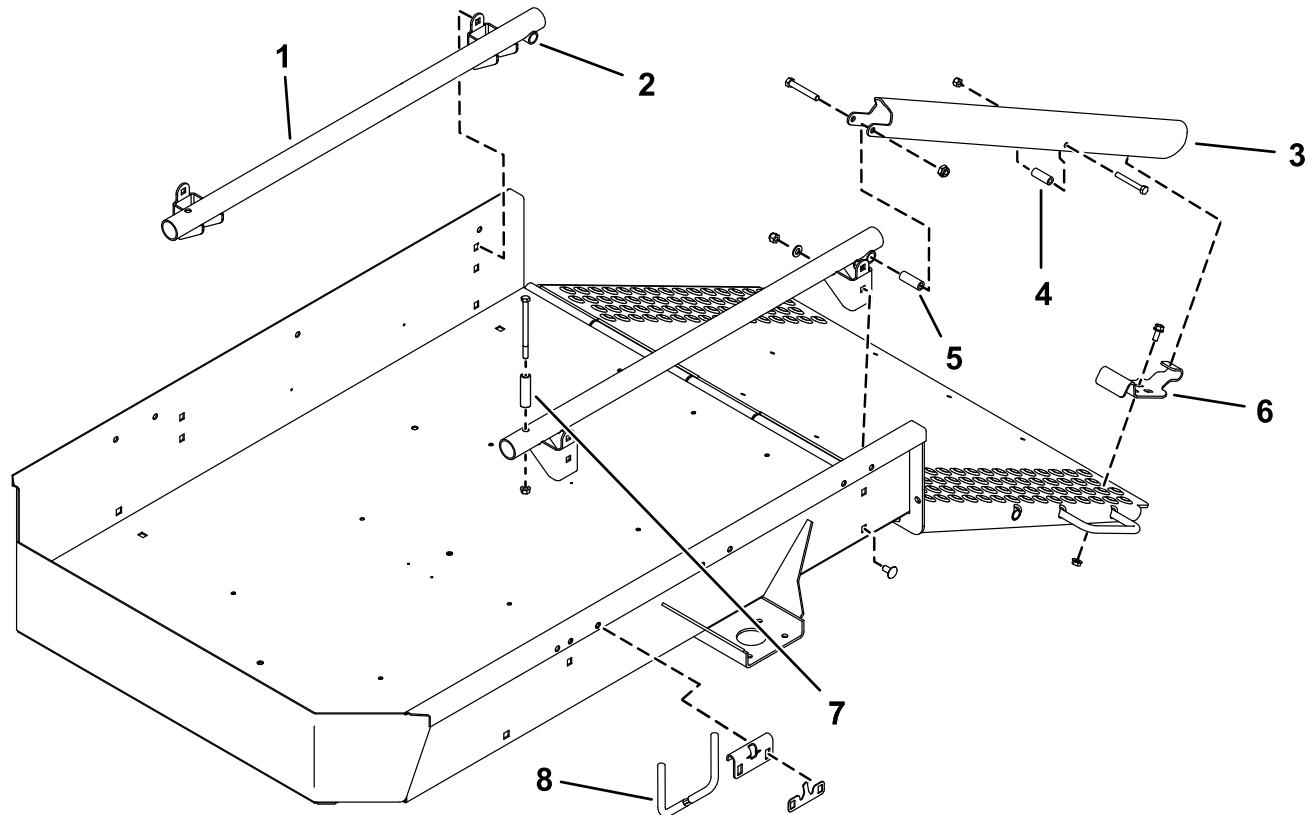
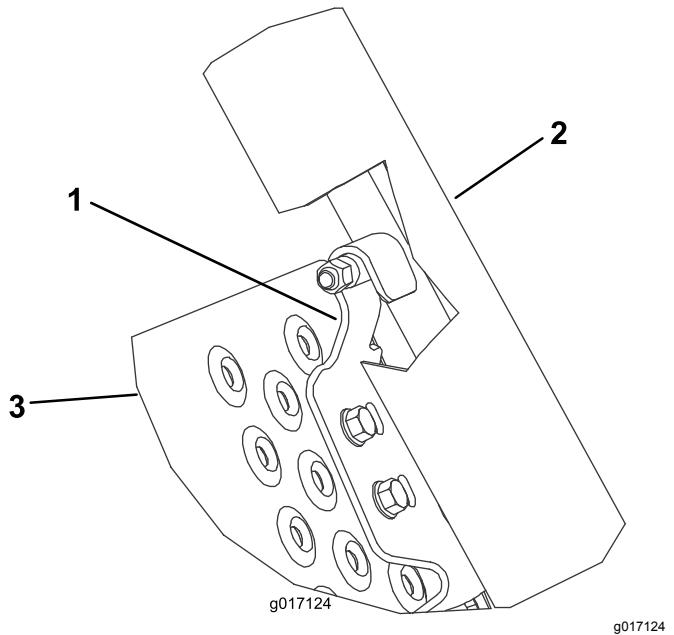

Figura 2
Figura 4
- Fissate le staffe di montaggio dei gruppi tubo nei fori quadrati su ciascun lato del rimorchio con 4 bulloni a testa tonda, rondelle piane e dadi di bloccaggio (Figura 2). Posizionate i gruppi tubo in modo che i tubi trasversali siano nella parte posteriore.
- Montate una rampa di carico sulla parte posteriore di ciascun gruppo tubo con una vite a testa cilindrica da 3/8" x 2 1/2", un distanziale e un dado di bloccaggio (Figura 2).
- Montate una vite a testa esagonale attraverso ciascuno dei fori centrali nelle rampe di carico e attraverso i 2 tubi in gomma (Figura 4).
- Posizionate una staffa di bloccaggio su ciascun lato della rampa, in modo che si allineino al lato inferiore delle rampe di carico, azionino i perni rivestiti nelle rampe di carico e si allineino con i fori nella rampa (Figura 2 e Figura 4). Si utilizza una sola serie di fori di montaggio per ogni staffa di bloccaggio.
9. Montate, senza serrarla, ciascuna staffa di bloccaggio sulla rampa con viti a testa flangiata da 5/16" x 3/4" e dadi flangiati (Figura 2 e Figura 4).
10. Sollevate e bloccate la rampa. Regolate le staffe di bloccaggio in modo che siano innestate nei perni e serrate le viti a testa flangiata e i dadi (Figura 2 e Figura 4).
11. Montate le aste delle ruote strette rivolte verso l'alto nei fori di montaggio su ciascun lato del rimorchio, utilizzando le staffe e i dispositivi di fissaggio rimossi al passaggio 4 (Figura 2).